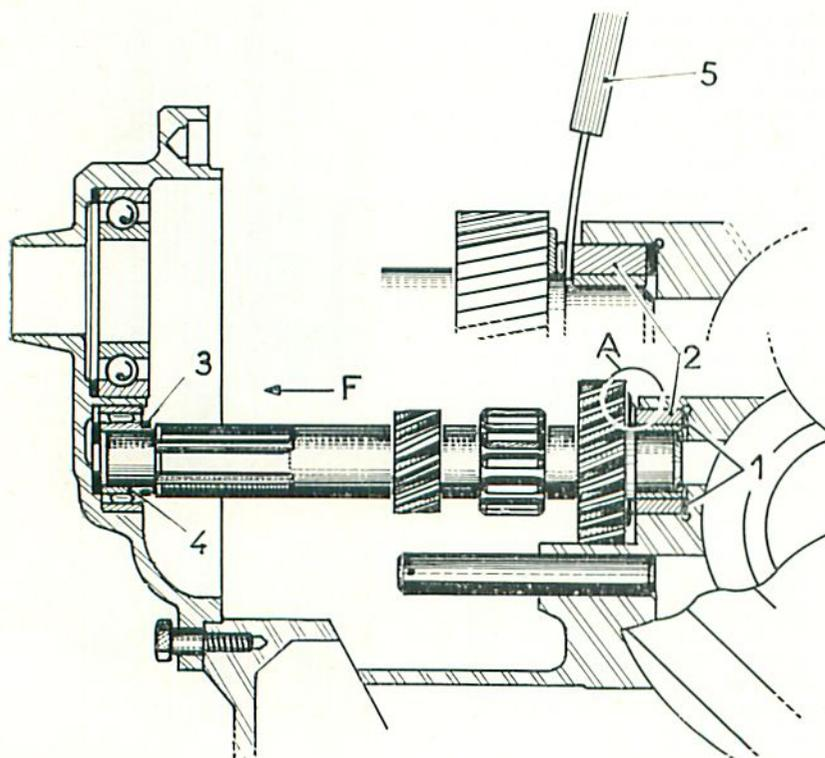

Figure BV 39.
Nota. — Lors d'une intervention sur une boîte de vitesses type CS pour difficulté de synchronisation de la 1^{re}, il est impératif de vérifier le jeu entre les oreilles du cône synchro et la face de la roue de 1^{re}. Ce jeu ne doit pas être inférieur à 0,6 mm, sinon remplacer le synchro par un autre (même nu-chanfrein, face côté filetage (voir fig. BV 39)).
Réglage du jeu latéral de l'arbre intermédiaire et finition de sa préparation (fig. BV 39)
Placer les rondelles (1, fig. BV 39) et présenter la cage intérieure (2) du roulement arrière de l'arbre intermédiaire, la face gravée contre les rondelles de calage.
Figure BV 39 bis.